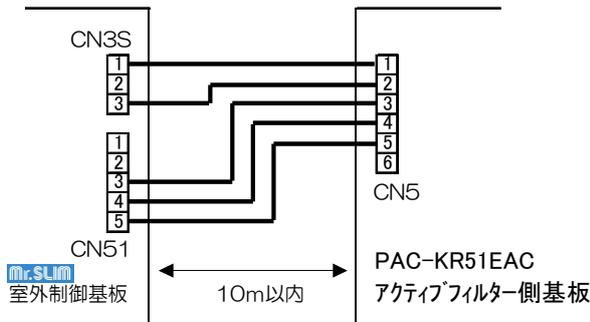

図1
②空調機間信号配線
- ・図1のように、室外制御基板(空調機側)のCN3S(1-3ピン)、CN51とAF基板のCN5を接続ください。